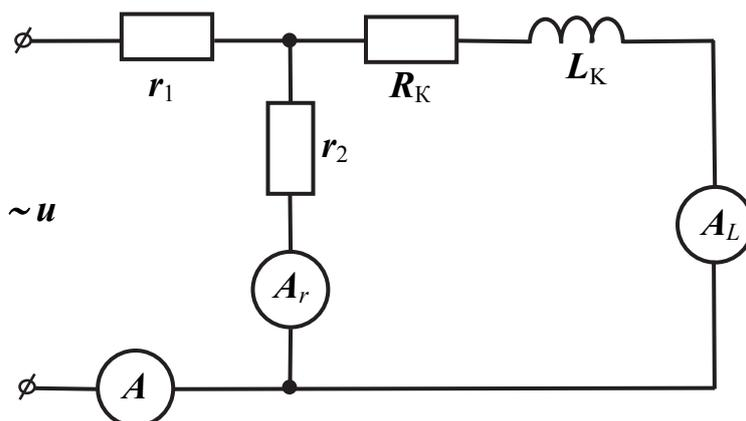

Рис. 11.1
1. Собрать схему (рис. 11.1). В схеме  $r_1 = 22 \dots 47$  Ом,  $r_2 = 100 \dots 150$  Ом. В качестве катушки индуктивности используется линейная индуктивность с номиналом 40 или 100 мГн.